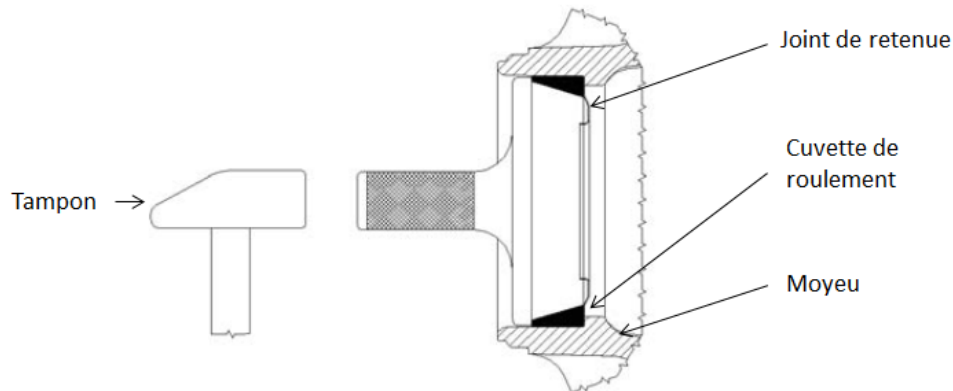

Figure 51 — Remontage des bagues extérieures (cuvettes)
3. Insérez les cuvettes comme le montre la Figure 51.